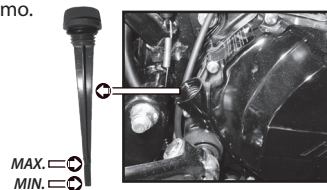

Imagen 14. Tapón-bayoneta del cárter.
2. Localizar el tapón-bayoneta del cárter en la parte inferior derecha de la italka **FTISO**. Ver imagen 14.